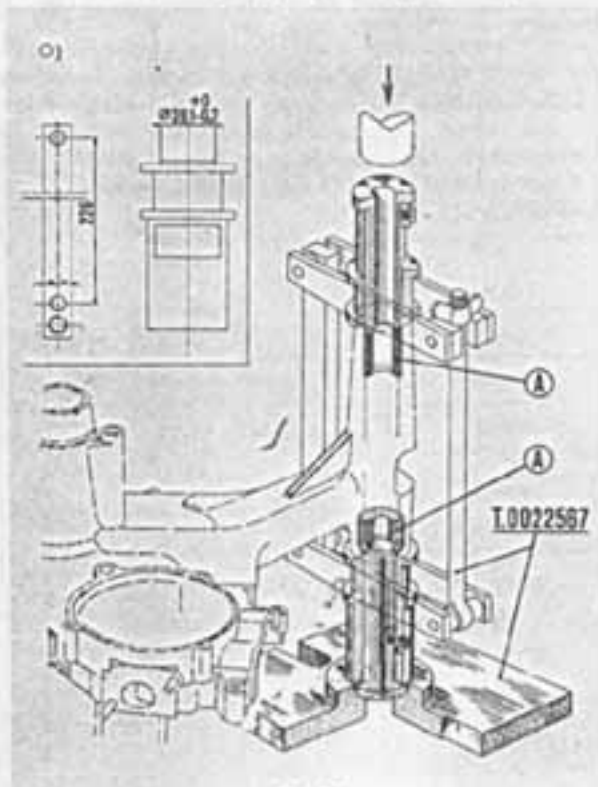

Fig. 59
1.a Operazione (Fig. 59): Collegare la traversa sull'attrezzo T.0022567 e introdurre, attraverso le feritoie dell'attrezzo, i tamponi « A » con le svature rivolte come in figura; usare una pressa di potenza min. 5 t. Per facilitare il montaggio, immergere i tamponi in